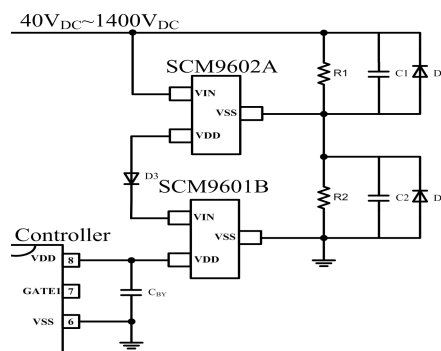

图 7 输入 40V_{DC}~1400V_{DC} 应用电路（SCM9601BTA 和 SCM9602A 串联使用）
2.当应用在更高的输入电压范围时，推荐搭配我司 SCM9602A，请参阅图 7。其中 C1、C2 为输入端高压储能电容，减缓输入端电压的波动幅度；R1、R2 为均压电阻，避免 C1、C2 漏电流差异导致的不均压问题；D1、D2 用来解决 C1、C2 漏电流差异较大带来的电流倒灌问题。